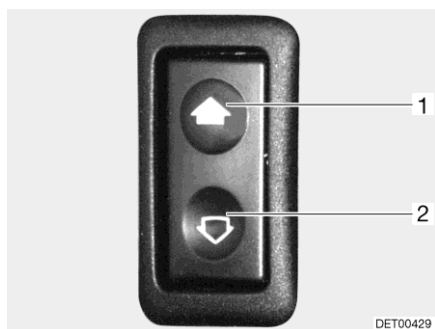

Bild 25 Reglage för elmanövrerad fönsterhiss
- Öppna: ■ Tryck nedtill (Bild 25,2) på kontakten.
- Stänga: ■ Tryck upptill (Bild 25,1) på kontakten.